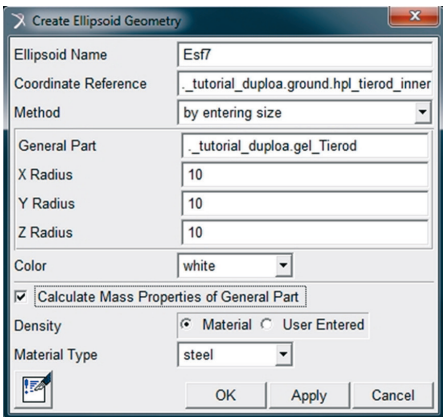

Figura 5.103 – Janela relativa à criação da esfera do *Link10*.
- A janela *Create Ellipsoid Geometry* será aberta. Os campos deverão ser preenchidos conforme Figura 5.103. Lembre-se que o campo *Calculate Mass Properties of General Part* deverá estar selecionado para atualização das propriedades de massa do *General Part* “Tierod”.